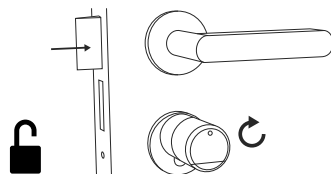
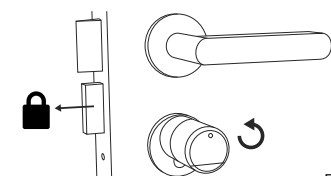

Fig. 5
Fig. 6
- 3 Se a combinação de números introduzida estiver correta, o símbolo de estado do cilindro acende-se (⊙) e a porta pode ser destravada (Fig. 5) ou travada (Fig. 6).